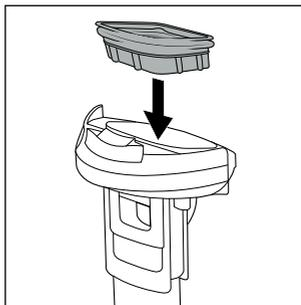

Fig. 28
- ◆ Quando i pezzi sono asciutti, reinserire il filtro anti sporco **10** nel coperchio del contenitore dell'acqua sporca **9** (vedere fig. 28).